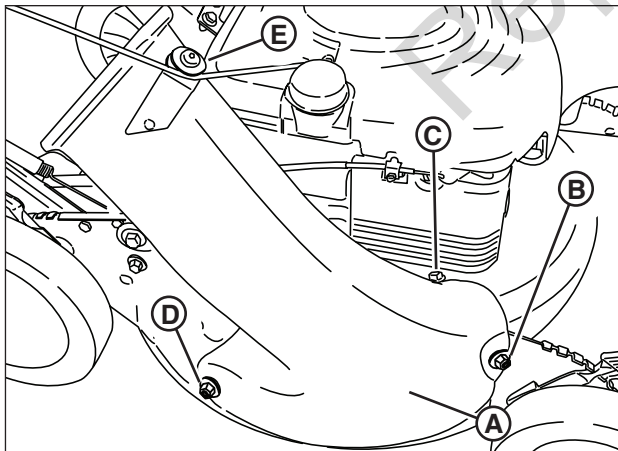

Figure 10: Installation de l'adaptateur de sac à herbe
2. Posez l'adaptateur **(A, Figure 10)** sur le plateau à la place du couvercle de déchiquetage en vous assurant que :